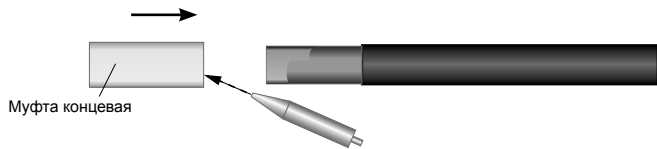

Рисунок 11
5.2.4. Заполнить концевую заделку силиконовым клеем-герметиком и надвинуть ее поверх оболочки нагревательной ленты до упора (см. рис. 11).